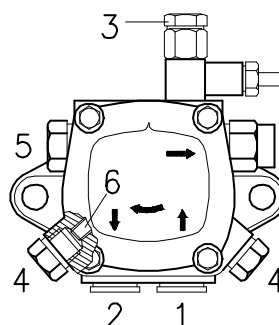

Fig. 21
6.3 Pompa (Fig. 21)
- perché la pompa possa autoinnescarsi è indispensabile allentare una delle viti 3 (Fig. 21) della pompa per sfiatare l'aria contenuta nel tubo di aspirazione.
Per variare la pressione della pompa agire sulla vite 5) (Fig. 21 pag. 18).